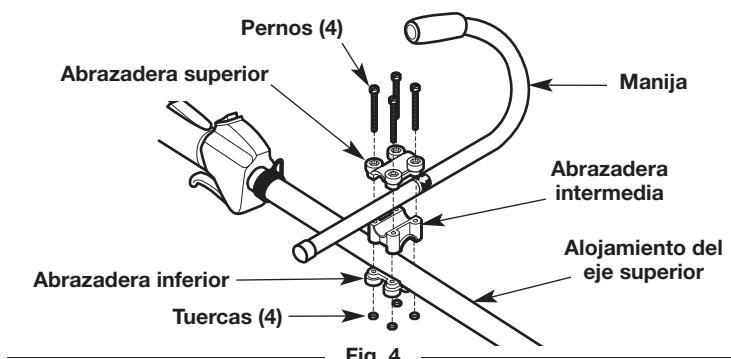

Fig. 4
1. Coloque la manija entre la abrazadera superior y la intermedia (Fig. 4). Si es necesario, rote o voltee la abrazadera intermedia hasta que los orificios de la abrazadera superior y de la abrazadera intermedia se alineen.
2. Coloque las abrazaderas y la manija por encima del alojamiento del eje superior y sobre la abrazadera inferior (Fig. 4).
**NOTA:** Asegúrese de que la parte curva de la manija se encuentre a la izquierda del operador (Fig. 4).
3. Mientras sujetas las partes juntas, inserte los pernos (4) en los orificios alineados (Fig. 4).
- Atornille una tuerca en el extremo de un perno, pero solo ligeramente. Empuje la tuerca dentro del embutimiento hexagonal de la abrazadera inferior. Sostenga la tuerca en su lugar con un dedo para mantenerla en el embutimiento. Apriete el perno con un destornillador Phillips, pero no lo apriete completamente (Fig. 4). Repita este paso con cada tuerca y perno.
- Afloje los pernos (4) ligeramente con un destornillador Phillips (Fig. 4).